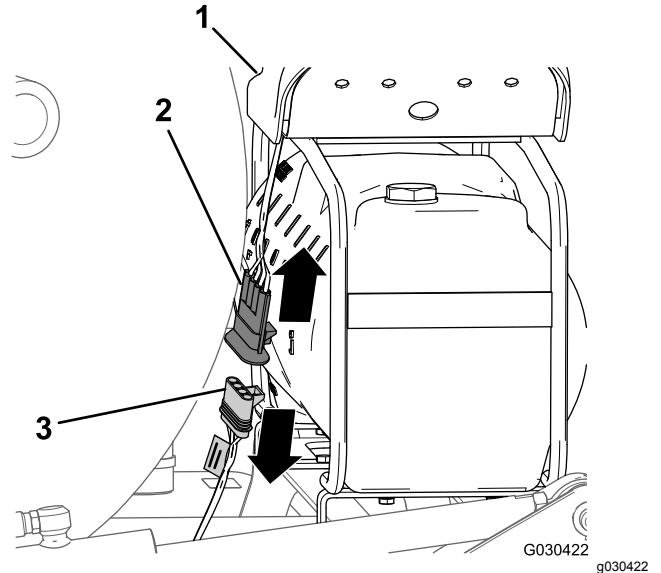

Figura 4
1. Na traseira do depósito do marcador de espuma, localize a cablagem no compressor (Figura 4).
2. Desligue o conector de quatro pinos da cablagem do compressor do conector de quatro tomadas da cablagem traseira da máquina (Figura 4).